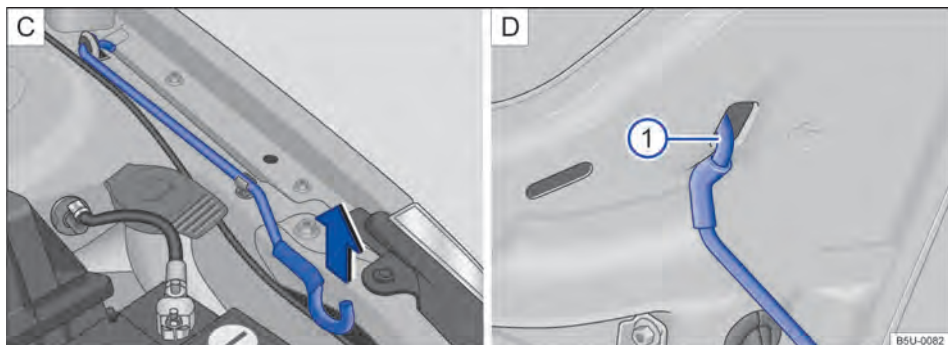

Fig. 152 C) Varilla de sujeción de la tapa del compartimento del motor. D) Tapa del compartimento del motor apoyada en la varilla de sujeción.
- Retirar la varilla de sujeción del soporte en el sentido de la flecha → fig. 152 C) y colocarla en la abertura de la tapa del compartimento del motor → fig. 152 ① D).
- Retirar la varilla de sujeción del orificio → fig. 152 ① D) y encajarla en el soporte del cierre → fig. 152 C).